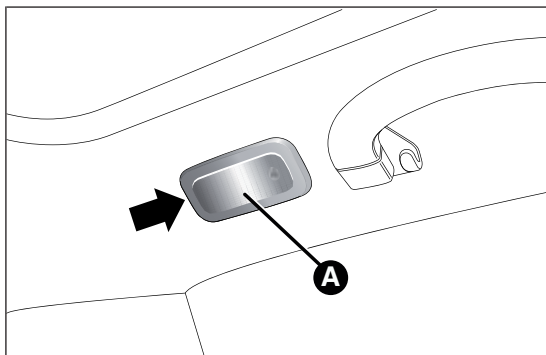

fig. 143
- intervenir sur le point indiqué par la flèche et enlever le plafonnier A fig. 143 ;